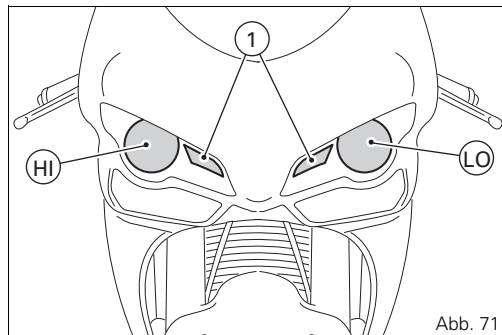

Abb. 71
Beim Austauschen einer durchgebrannten Glühbirne darauf achten, dass die Ersatzbirne die Spannungs- und Leistungswerte aufweist, die im Abschnitt „Elektrische Anlage“ auf Seite 106 aufgeführt sind. Die Funktionstüchtigkeit der neuen Glühbirne unbedingt vor Montage der entfernten Teile prüfen. In Abb. 71 wird die Position der Glühbirne des Abblendlichts (LO), des Fernlichts (HI) und des Standlichts (1) angegeben.